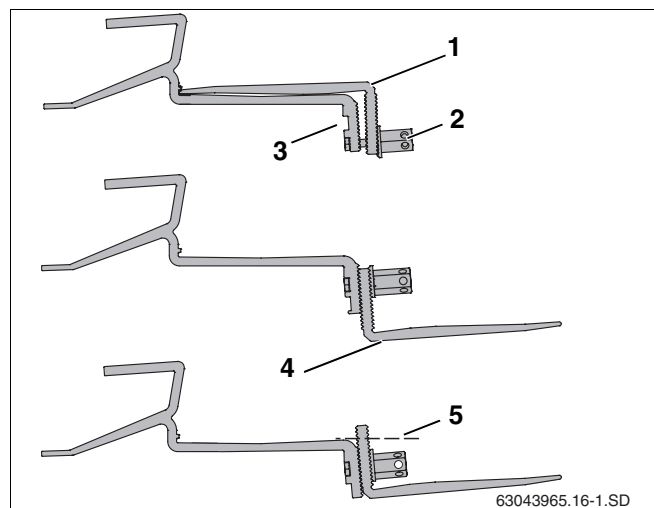

Рис. 14 Крепление кровельных крюков к стропилам
Для некоторых покрытий может понадобиться подложить под нижнюю часть кровельного крюка (рис. 14, **поз. 4**) доску или брус для того, чтобы кровельный крюк прилегал сверху к черепице.
- Отвернуть гайку (рис. 14, **поз. 2**).
- Вставить винт в верхнее отверстие (рис. 14, **поз. 3**).
- Свободно закрепить нижнюю часть кровельного крюка (рис. 14, **поз. 1**). Пока только слегка затянуть соединение.